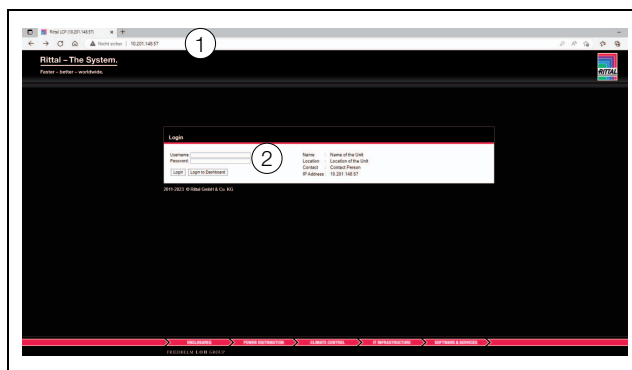

Imagen 96: Ventana de registro en una conexión HTTP
- Introduce en el navegador la dirección **http://192.168.0.190** (imagen 96, pos. 1). Se mostrará la ventana de registro.
- Regístrate como usuario **admin** con la clave **admin** (imagen 96, pos. 2).